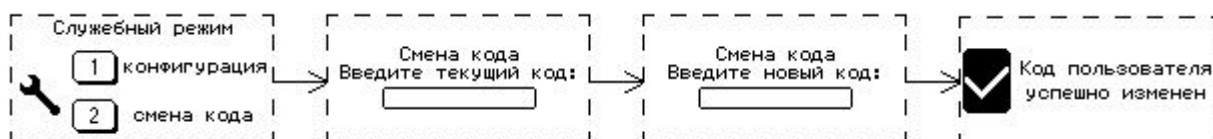
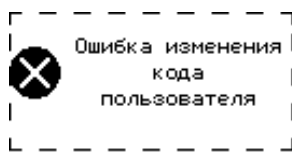

Рис.6.6 Изменение кода пользователя
Рис.6.7 Ошибка изменения кода пользователя.
- 1 Нажать на встроенной клавиатуре клавишу , на ЖК-дисплее будет отображаться экран служебного режима (рисунок 6.6).
5 В случае успешного изменения кода, на ЖК-дисплее отображается сообщение об успешной смене кода пользователя (рисунок 6.6), прибор издает 2 коротких звуковых сигнала подтверждения. В случае ошибки изменения кода пользователя (текущий код не найден в памяти прибора), на ЖК-дисплее отображается сообщение об ошибке изменения кода пользователя (рисунок 6.7), прибор издает длинный одиночный звуковой сигнал низкого тона (сигнал ошибки).